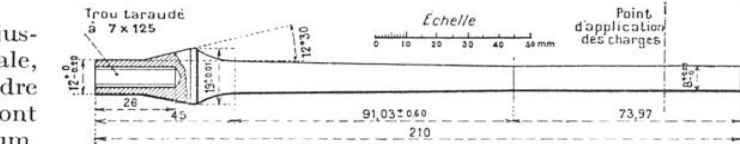

FIG. 3. — TYPE D'ÉPROUVETTE UTILISÉE POUR EFFECTUER LES ESSAIS DE FLEXION ROTATIVE
Nous avons heureusement réalisé d'importants progrès depuis que ces lignes ont été écrites. Actuellement, le service des Recherches de l'Aéronautique, sous la haute direction de M. *Cacquot*, a mis au point des *essais de flexion rotative* sur des éprouvettes dont nous donnons le type (fig. 3). Des centaines d'éprouvettes sont ainsi essayées chaque jour
modification brusque de section, mais on étudie aussi des éprouvettes avec des *congs* (1) plus ou moins rapides et des *angles vifs* plus ou moins accentués (fig. 3).